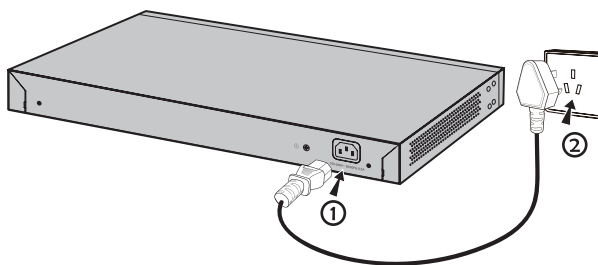

图3-3 电源线连接示意图
2. 路由器原装电源线连接路由器与电源插座, 如图3-3所示。